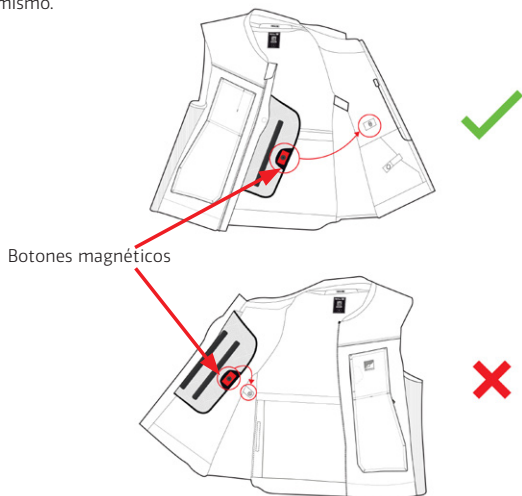

Figura 9
1. Colóquese el Sistema y fije el Airbag presente en la zona pectoral conectando el Botón Magnético Pectoral (9) con el Botón Magnético Izquierdo (11) presente en el chaleco (Figura 9).
2. Cierre la cremallera de activación (1) de abajo hacia arriba y espere a que el sistema se encienda.
3. El cierre correcto de la cremallera de activación (1) y el encendido del sistema se indican mediante el encendido de la pantalla LED (2) y la presencia de una vibración en la misma zona.
4. Una vez encendido el Sistema, compruebe en el pantalla LEDs (2) que el Sistema ha arrancado correctamente (véase apartado 13 "Indicaciones de la pantalla LEDs"). En particular, el usuario debe verificar que, tras el arranque del Sistema, no haya ningún fallo del mismo.